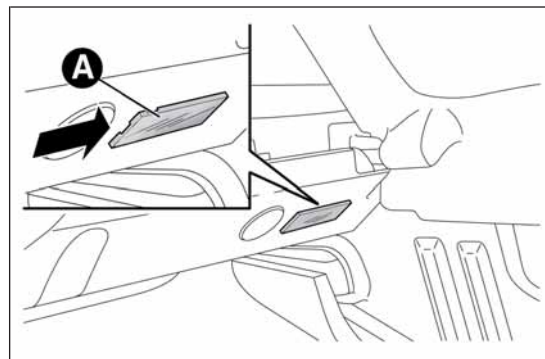

РИС. 144
- откройте багажник и снимите плафон А РИС. 144, действуя в показанной стрелками точке;
- установите ламповый плафон А РИС. 144, сначала вставив его с одной стороны и затем нажав с другой, чтобы был слышен щелчок блокировки.